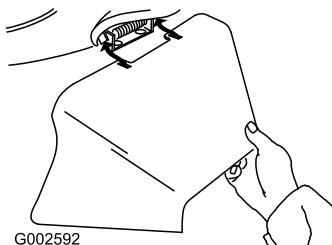

Figure 24
3. Montez l'éjecteur latéral et rabatbez le volet sur l'éjecteur (Figure 24).